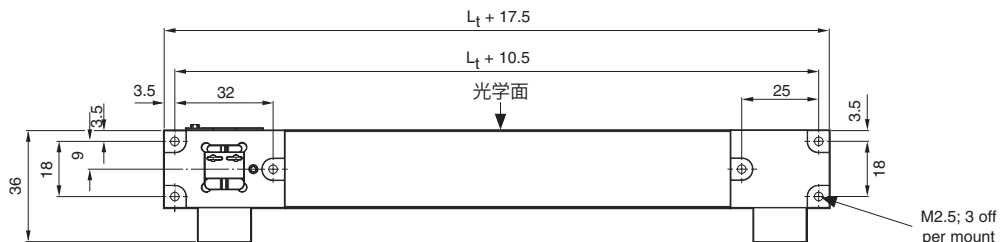

図 2: 全長 L_1 (L_1 は 350mm 未満) のミラー用の取り付け穴: 単位 mm
- モーションステージには、ミラーマウントを固定するための取り付け穴が必要になります。以下の図 2 に従って、これらの穴を加工してください